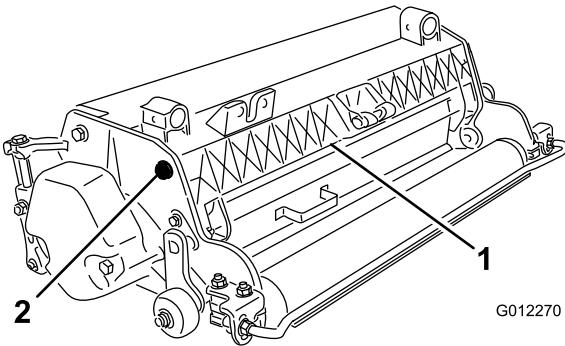

Figure 5
2. Tournez le déflecteur d'herbe à la position de réglage voulue et serrez les boulons (Figure 5).
1. Desserrez les boulons sur le pivot du déflecteur d'herbe (Figure 5).